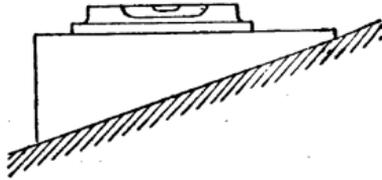

Fig. 428.
Pour niveler une pièce inclinée (fig. 428) suivant tant de millimètres par mètre ou tant de
M. le capitaine Leneveu a, le premier, appliqué deux niveaux de précision reliés entre eux par un tube de caoutchouc (fig. 428 a), pour faciliter la vérification de l'horizontalité d'un arbre ou pour la mesure de la différence de niveau de deux points éloignés sur lesquels on ne peut commodément appliquer une règle. On obtient une précision de  $\frac{1}{100}$  de millimètre.